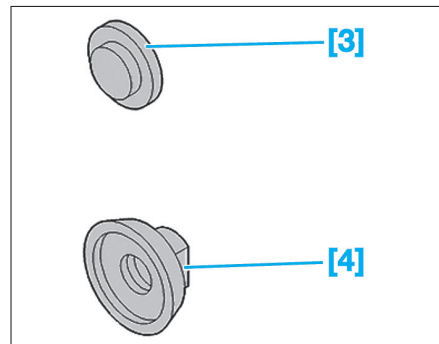

Fig. 50
- [3]. Grain d'appui (réf : 9501-T.C2) (Fig.50).